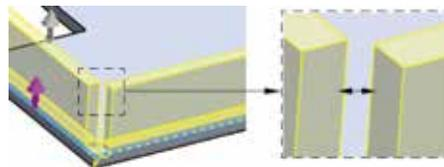

图 5.14 间隙距离
-  文本框：用于设置相邻钣金壁之间的间隙，如图 5.14 所示。